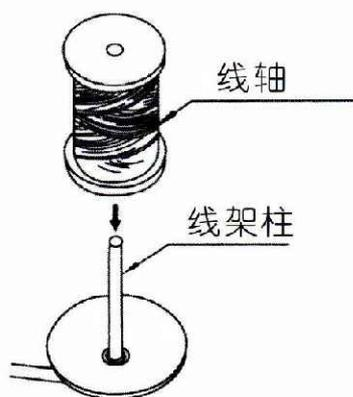

图10
- B. 使用一般线轴时，取下塑胶套将线轴装置在线架柱上。（图10）